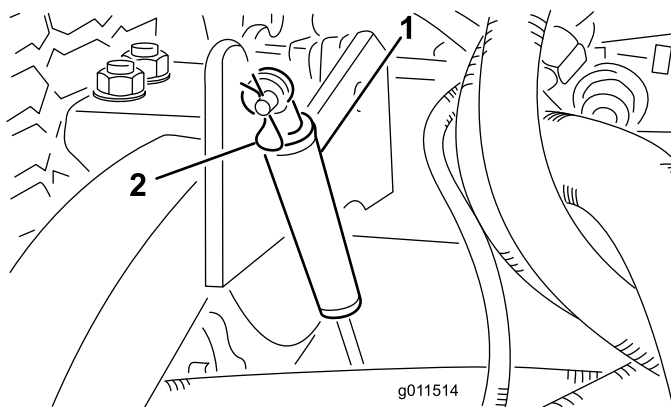

図 72
2. ダンパを昇降アームに固定しているヘアピンコッターを外す 図 72。ダンパをデッキハウジング側に倒す。